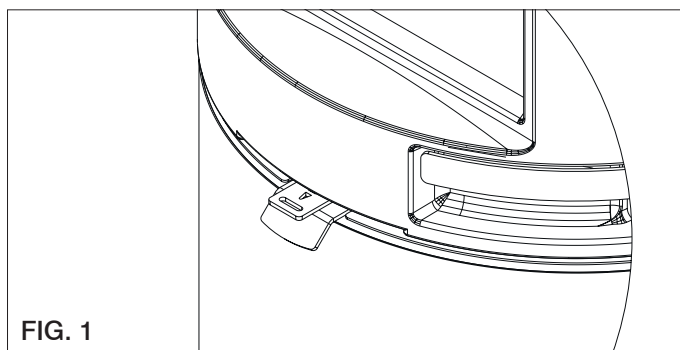

FIG. 1
**- Posizione "Mantenimento Brace"** (fig. 1)